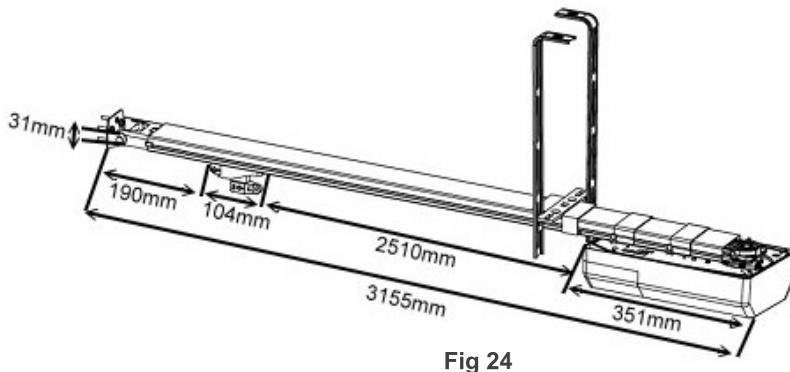

Fig 24
4. Mediciones de unión y motor (Fig.24).